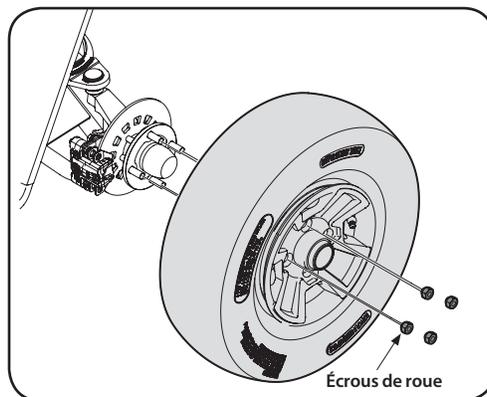

Figure 6-12
3. Desserrez les quatre écrous de roue du moyeu, mais ne les enlevez pas. Voir Figure 6-12.